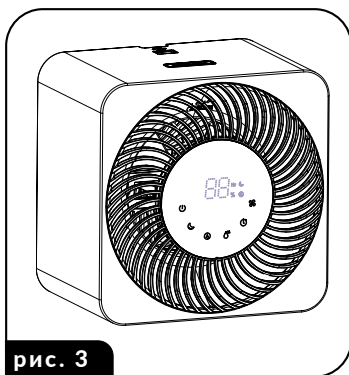

рис. 3
9. Регулярно проверяйте уровень воды в емкости для воды, считывайте ее уровень с индикатора (9) и при необходимости доливайте воду. После того, как вода закончится, вентилятор увлажнителя продолжает работать в течение нескольких часов, чтобы полностью высушить фильтр, что предотвращает рост плесени и бактерий во время простоя. Первоначально об этом сигнализирует пульсация двух горизонтальных линий на светодиодном дисплее (в течение 7 часов - средняя скорость вращения вентилятора), а затем постоянное отображение горизонтальных линий (в течение 10 часов низкой скорости вращения вентилятора).
12. Увлажнитель может работать как обычный вентилятор без водяного бака. Положите вентилятор на бок портом питания вверх, как показано на рис. 3, и при необходимости направьте его в нужном направлении. Функция вентилятора включается после включения вентилятора выключателем (2a) и нажатия и удерживания кнопки скорости воздушного потока (2f) - таким образом вы заставите вентилятор работать (не проверяя наличие емкости для воды). Устройство выключается при повторном нажатии кнопки (2a).